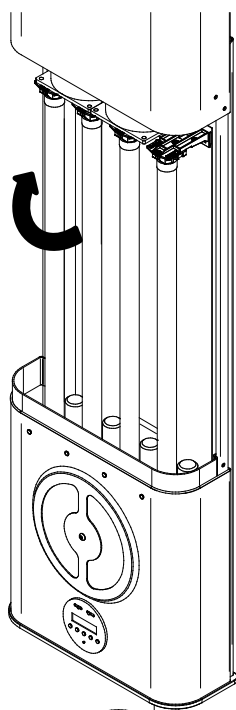

Fig.12
5. A essa altura é possível substituir as lâmpadas; para continuar, segure delicadamente a lâmpada e **gire-a em 90°, até ouvir um duplo "CLIQUE"**, então será possível extraí-la. Repita a operação para as 4 lâmpadas. (Fig. 12)